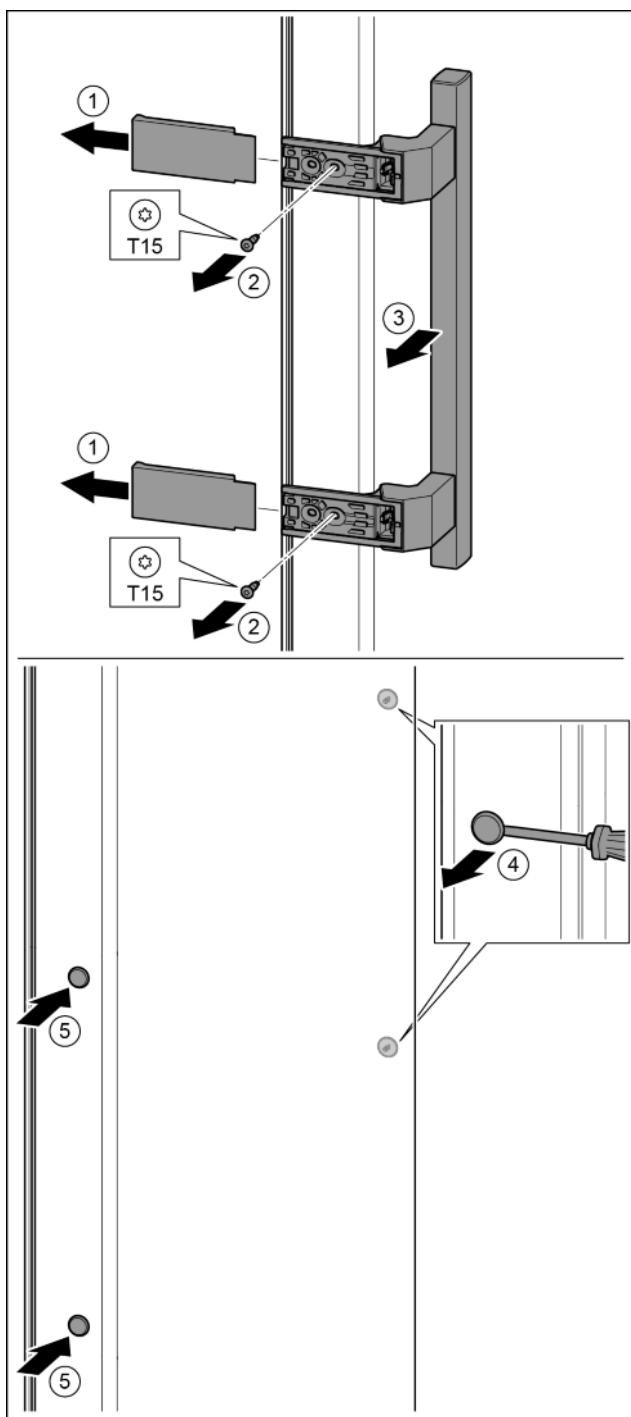

Fig. 36
- Stáhněte kryt. Fig. 36 (1)
- Šroubovákom T15 vyšroubujte šrouby. Fig. 36 (2)
- Sejměte madlo. Fig. 36 (3)
- Postranní zátku opatrně plochým šroubovákom nadzvedněte a vytáhněte. Fig. 36 (4)
- Zátku opět vložte na druhé straně. Fig. 36 (5)